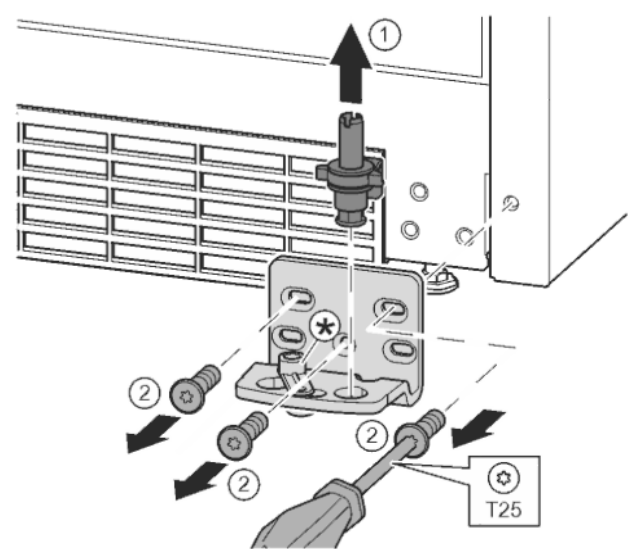

Fig. 14
- ▶ Kompletną płytkę zawiasu wyjąć w górę. Fig. 14 (1)
- ▶ Śruby wykręcić przy pomocy śrubokręta T25 i zdjąć płytkę zawiasu Fig. 14 (2)